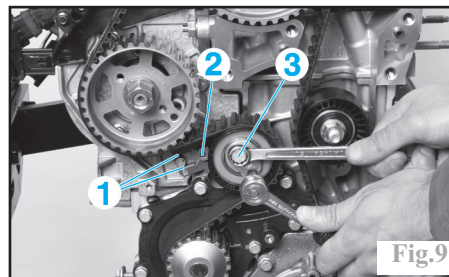

Fig.9
À l'aide d'une clé 6 pans, amener l'index (2) (Fig.9) du galet tendeur au milieu de la zone de contrôle (1) en faisant pivoter le tendeur dans le sens anti-horaire. Serrer la vis de fixation (3) du galet tendeur à **2,5 m.daN**.
Contrôler le bon positionnement de l'index (2) (Fig.9) du galet tendeur; dans le cas contraire, reprendre l'opération de repose de la courroie.